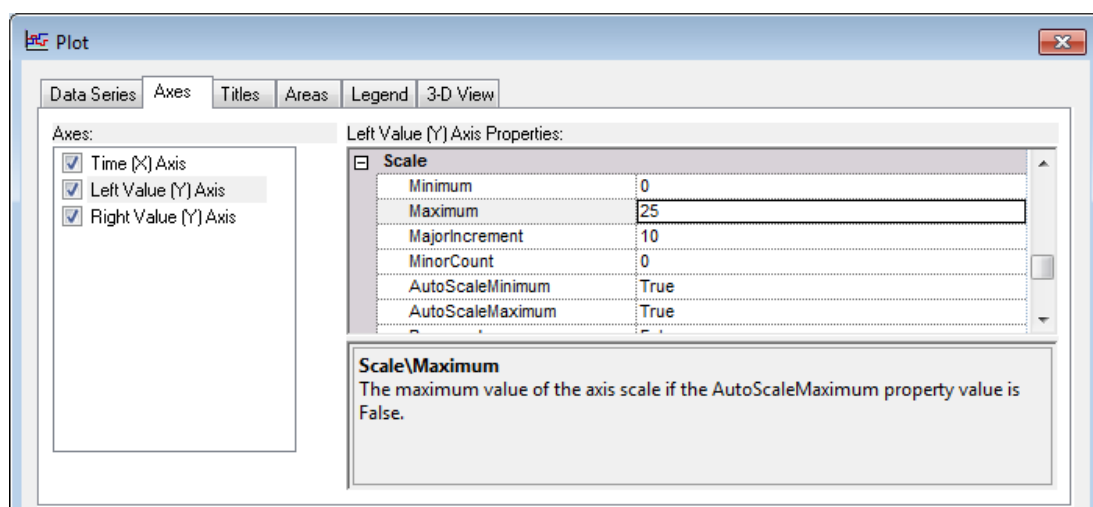

Рис. 15. Выбор вида зависимости для построения графика
5. Из отчета было видно, что максимальная очередь составляла **21** (таблица 1). Установим максимальное значение для графика **25**. В диалоговом окне **Plot** перейдем на вкладку **Axes** и в разделе **Axes** выберем **Left Value (Y) Axis**, а в разделе **Left Value (Y) Axis Properties** выберем группу **Scale Maximum** и установим значение **25** (рис. 15).
Запустите модель, нажав клавишу F5. В течение прогона модели видно, как налоговый инспектор меняет свое состояние со свободного на занятое, и наоборот (Рис. 15).